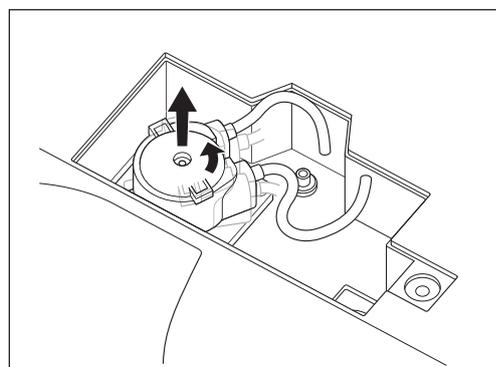

Fig. 53
- 5) Rode a bomba de irrigação no sentido contrário ao dos ponteiros do relógio até prender com um clique e, de seguida, retire-a (Fig. 53).